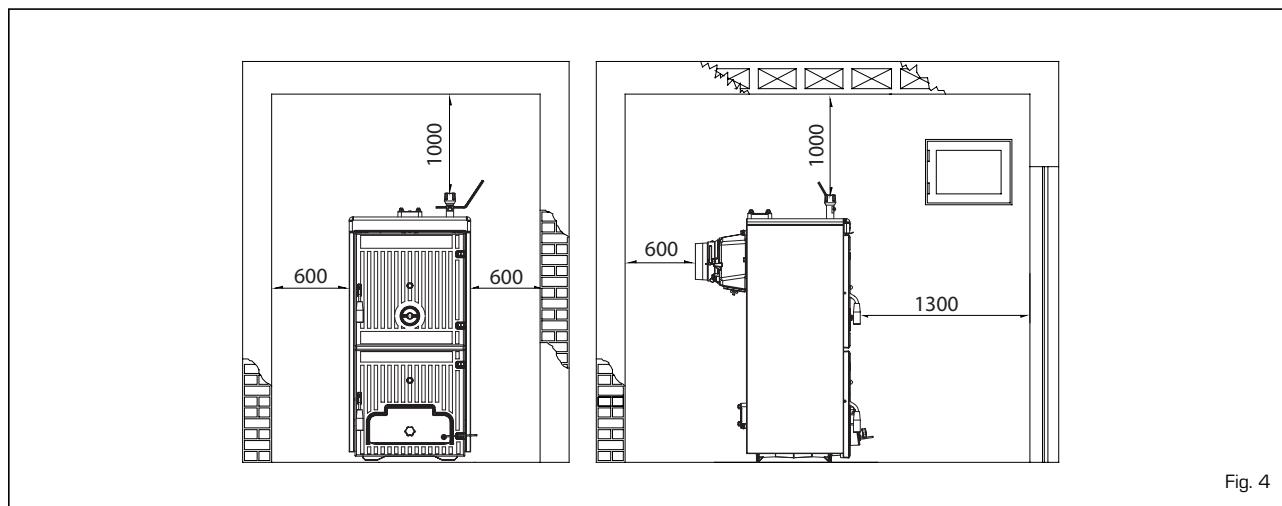

Fig. 4
4.1.1 Amplasarea în centrala termica (fig. 4)